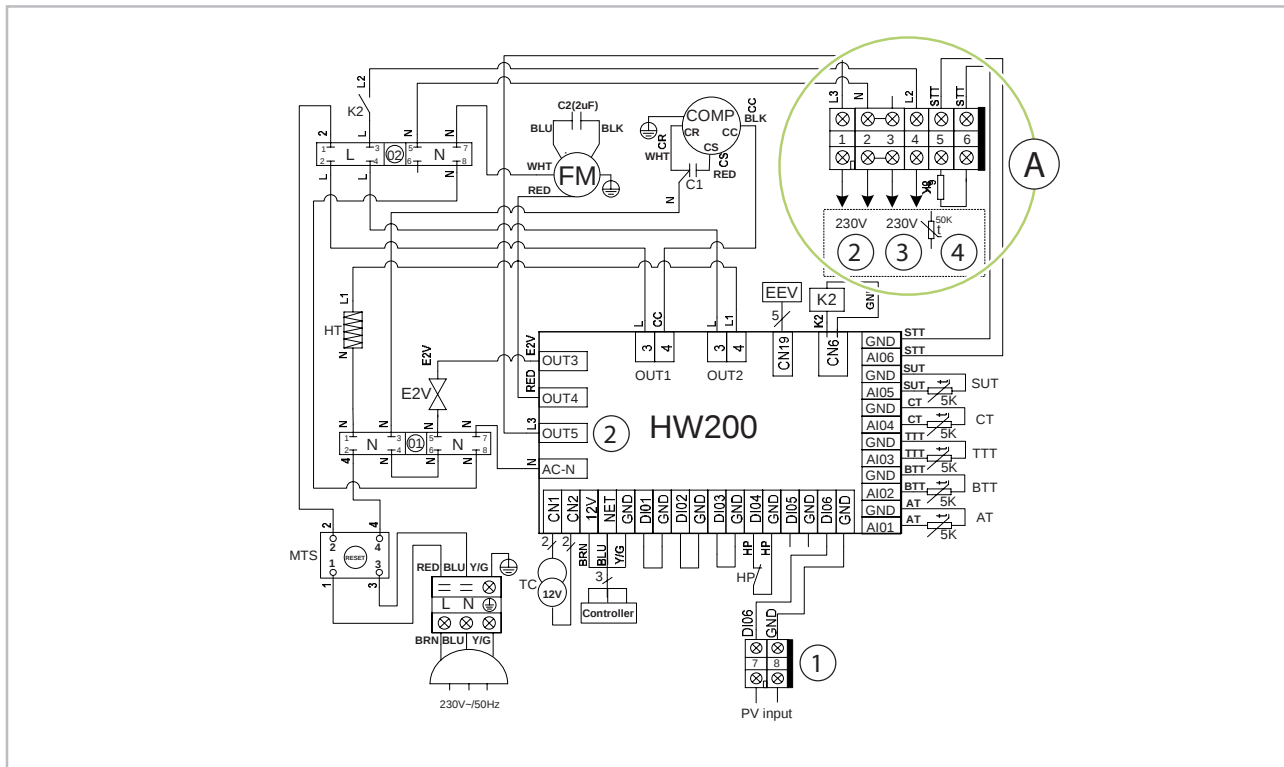

Fig. 39: Schéma de câblage électrique Thermopompe à eau industrielle avec raccordement solaire
- Pour utiliser la thermopompe en association avec un panneau solaire d'une surface max. de 7,5 m², une fois le raccordement hydraulique effectué, il convient de connecter aussi les sondes de collecteur fournies. Utilisez pour ce faire le point de mesure de votre surface de panneau et raccordez (Voir la Fig. 39) la sonde à la borne 4. La pompe du panneau solaire est installée sur la borne 2.
Pour utiliser la thermopompe à eau industrielle REMKO RBW avec une installation photovoltaïque, vous avez la possibilité d'utiliser la borne de contact 1 sans potentiel (Voir la Fig. 39).